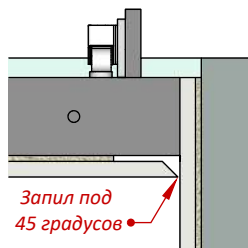
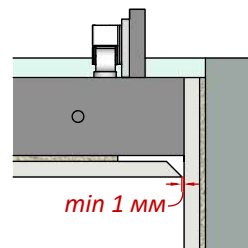

Рис. 10 (вид сверху)
Рис. 11 (вид сверху)
4) Край плитки на люке со стороны замка необходимо сточить под 45 градусов (Рис.10), чтобы плитки не соприкасались друг об друга при открывании люка. Расстояние между плиткой на люке и плиткой на перпендикулярной стене не менее 1 мм (Рис.11).